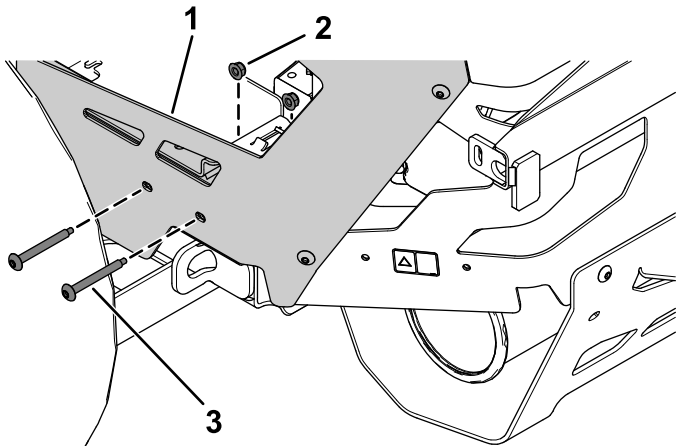

Figura 8
2. Retire los 2 pernos torx y las 2 tuercas del protector trasero izquierdo (Figura 8).